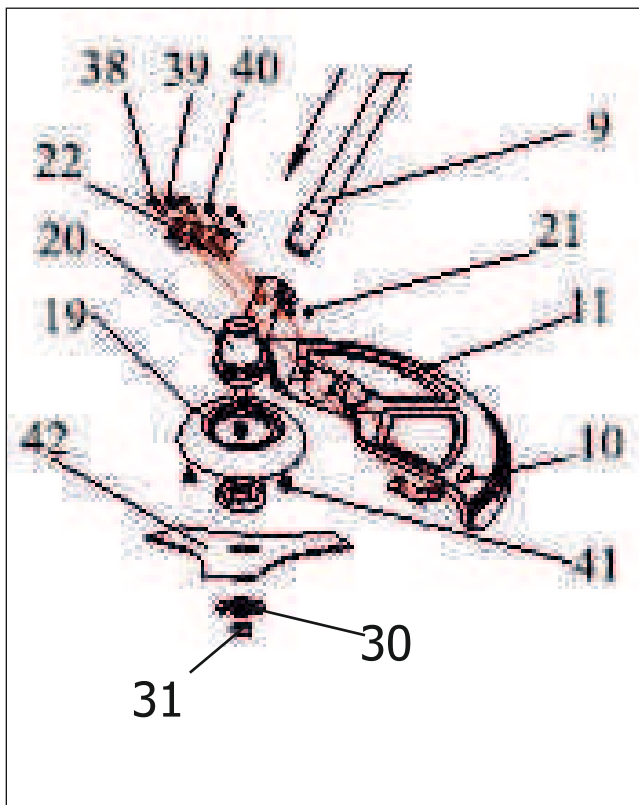

Рис. 7
- Установите защитный кожух для работы ножом (рис.7. поз.10) на редуктор (рис.7. поз.20)
- С помощью кронштейна (рис.7. поз.22) и винтов (рис.7. поз.38,38,40), закрепите кожух на редукторе (рис.7. поз.20)
- Установите кожух для ножа (рис.7 поз.10).
- Установите нож (рис.7 поз.42) строго по центру верхнего фланца. Установите шайбу (рис.7 поз.30) выступающим центром в сторону ножа. Установите гайку ножа (рис.7 поз.31) закручивая по направлению против часовой стрелки. Нож (рис.7 поз.42) вращается против часовой стрелки.